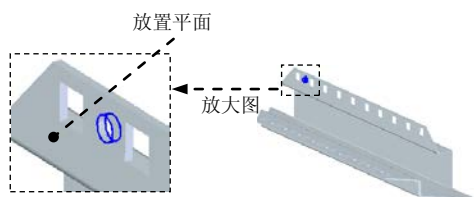
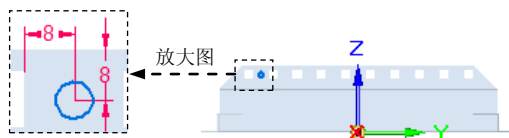

图 8.13.63 孔特征 10
图 8.13.64 截面草图
③ 单击  按钮，退出草绘环境。
(5) 单击  按钮，完成特征的创建。
Step13. 创建图 8.13.63 所示的孔特征 10。
(1) 选择命令。单击“主页”功能选项卡“钣金”工具栏中的“打孔”按钮 。
(2) 定义孔的参数。单击  按钮，在“类型(T):”下拉列表中选择“简单孔”选项，在“单位(U):”下拉列表中选择“毫米”选项，在“直径(D):”下拉列表中输入值 6，在“延伸”区域选择延伸类型为  (全部穿透)，单击  按钮，完成孔参数的设置。
(3) 定义孔的放置面。选取图 8.13.63 所示模型表面为孔的放置面，放置孔并定义孔的位置如图 8.13.64 所示，退出草图绘制环境。